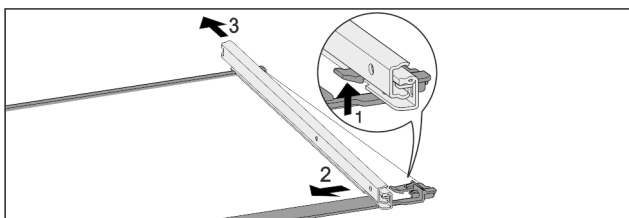

Fig. 84 Płyta szklana z szynami
- ▶ Wcisnąć przedni hak ryglujący do góry. Fig. 84 (1)
- ▶ Wysunąć prowadnicę w bok Fig. 84 (2) i do tyłu Fig. 84 (3).